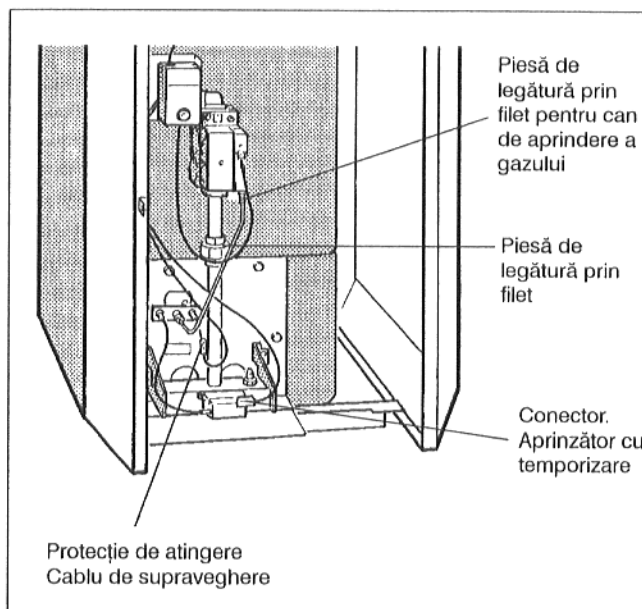

Fig. 42: Arzător de gaz
- Se desface piesa de legătură prin deșurubarea conductei de aprindere a gazului de pe armătură (Fig. 42)
- Se desparte arzătorul de gaz de armătură (Fig. 42).
- Se desprinde protecția de atingere de pe cablul de supraveghere și se desface conectorul (Fig. 42).
- Se desface conectorul de pe aprinzător cu temporizare (Fig. 42).